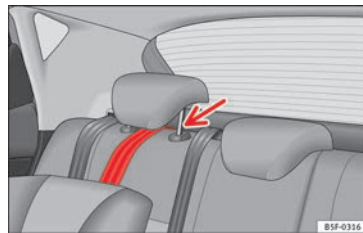

Fig. 33 Correa de sujeción: correcto ajuste y montaje.
- Coloque la correa por debajo del apoyacabezas del asiento posterior »» fig. 33 (levante el apoyacabezas si es necesario).